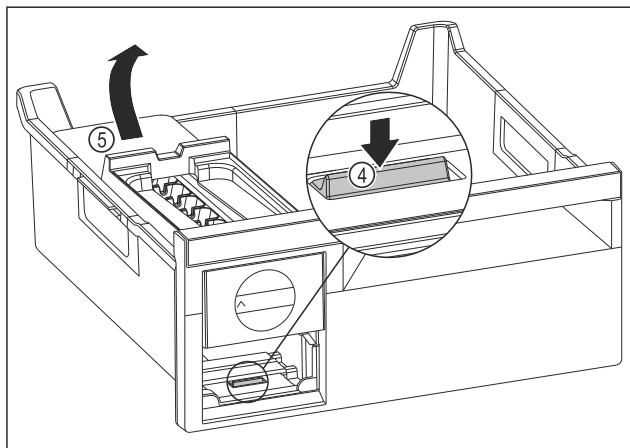

Fig. 131
- ▶ Изваждане на корпуса на EasyTwist-Ice: Натиснете езичето Fig. 131 (4) с пръст надолу и едновременно с това с другата ръка повдигнете корпуса на EasyTwist-Ice Fig. 131 (5) отзад.